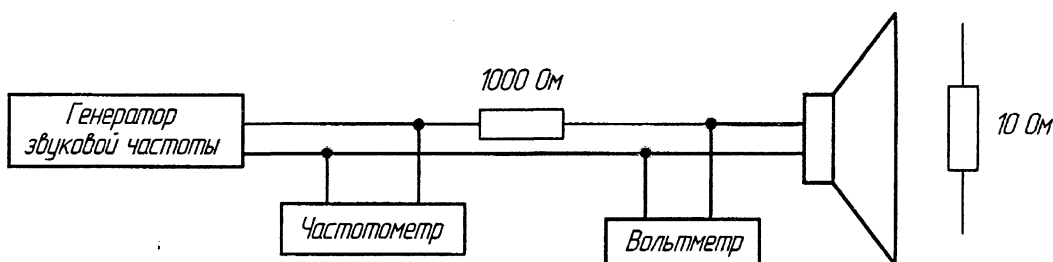

Рис. 2. Схема для измерений
- провода и зажимы для соединения всего этого в единую схему (рисунок 2).